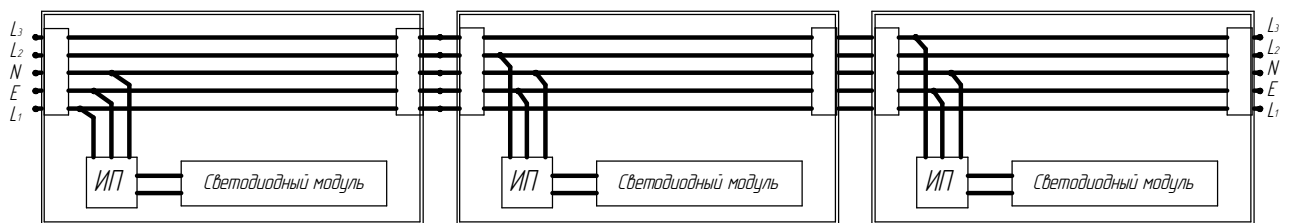

Рисунок 6. - Схема сквозной проводки
6.4 При установке светильников с магистральной проводкой в линию подключать светильники последовательно чередуя фазы питающей сети L1->L2->L3 (рисунок 6.), магистральная проводка выполнена жестким кабелем 5x1,5 мм. В начале каждой групповой линии, при монтаже должны быть установлены аппараты защиты на всех фазных проводниках.